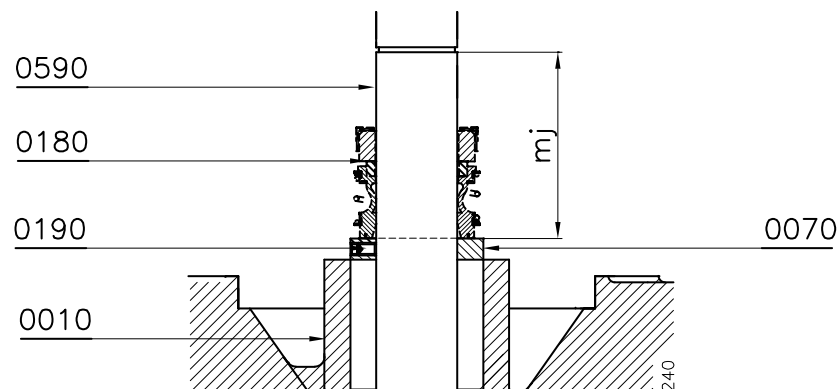

Рисунок 14: Расстояние m_j .
- 1 Разместите установочное кольцо (0060) и зафиксируйте его при помощи регулировочного винта (0280), см. рисунок 14. Правильное значение расстояние **m_j** указано в приведенной ниже таблице: